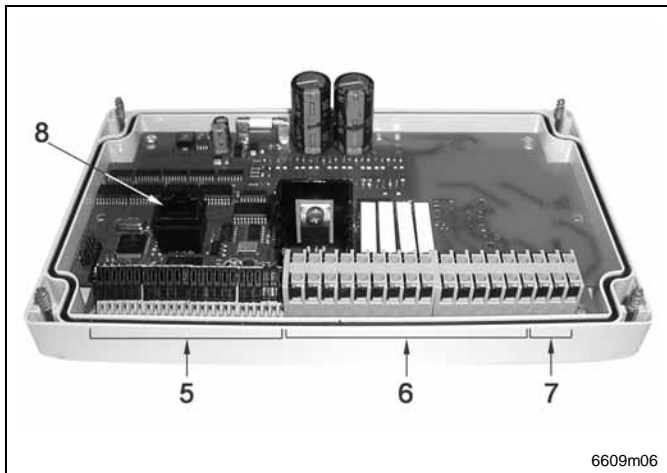

Fig. 3 Conexiones eléctricas del LMC 1
- Regletas de bornes para entradas de señales (pos. 5), para líneas del actuador (pos. 6) así como para la alimentación de voltaje (pos. 7) se encuentran en la pletina de mando (fig. 3).